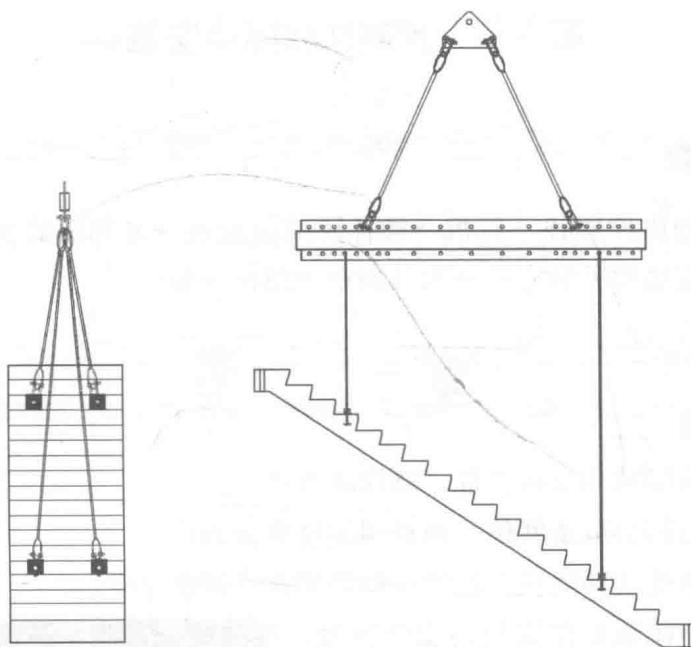

图 2-14 预制楼梯吊装示意图
4. 起吊：预制楼梯梯段采用水平吊装，吊装时应使踏步平面呈水平状态，便于就位。将吊装连接件用螺栓与楼梯板预埋的内螺纹连接，以便钢丝绳吊具及倒链连接吊装。楼梯板起吊前，检查吊环，用卡环销紧（图 2-14）。